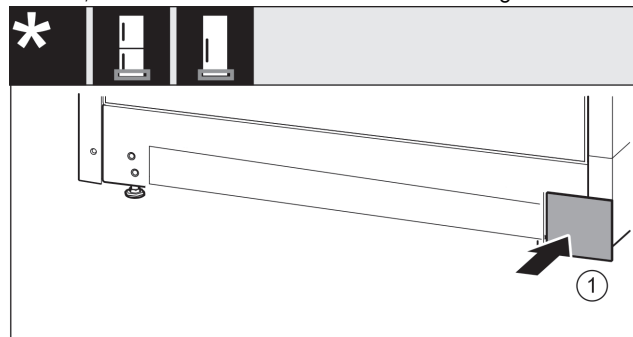

Fig. 33
- ▶ Abdeckung Fig. 33 (1) auf der anderen Seite wieder aufsetzen.